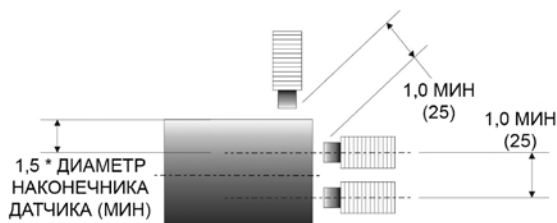

Рис. 3. Основные размеры для измерения тяги
–9 В постоянного тока. Чтобы предотвратить перекрестную подачу между двумя датчиками, установленными поблизости, сохраняйте расстояние не менее 1,0 дюйма (25 мм) между наконечниками датчиков. Для датчиков размером 11 мм это расстояние составляет примерно 1,5 дюйма (38 мм). См. Рис. 3.